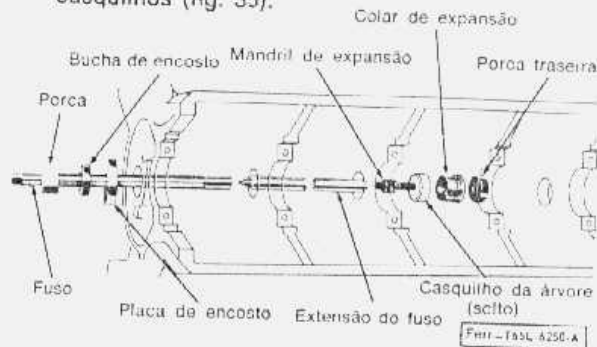

fig. 35 — substituição dos casquilhos da árvore de comando de válvulas
2. Retirar o tampão do orifício do mancal traseiro da árvore de comando de válvulas. Retirar os casquilhos (fig. 35).
4. Montar o fuso do extrator e extensão (se for necessário) conforme mostrado na fig. 35 e instalá-los no mandril de expansão. Enrolar um pano na rosca do fuso para proteger os mancais dianteiros. Apertar a porca do fuso contra a luva de encosto e placa do extrator para retirar o casquilho. Segurar com uma chave a extremidade do fuso, para evitar que ele gire.
1. Posicionar o casquilho novo no alojamento com os orifícios de lubrificação alinhados. Introduzir o casquilho no alojamento utilizando a ferramenta mostrada na fig. 35. A placa do extrator e a porca do fuso devem estar centralizados, para evitar danos ao casquilho. Repetir o procedimento para cada casquilho. **Certificar-se que o casquilho dianteiro está instalado à distância especificada da face frontal do bloco (fig. 36).**
28. Retirar o tampão do orifício do mancal traseiro. Retirar os casquilhos dos mancais da árvore de comando de válvulas (fig. 35).
3. Colocar os casquilhos da árvore de comando de válvulas nos alojamentos do bloco, com os furos de lubrificação alinhados, utilizando a ferramenta mostrada na fig. 35. **Certificar-se de que o casquilho dianteiro da árvore de comando de válvulas está instalado à distância especificada da face frontal do bloco do motor (fig. 36).**